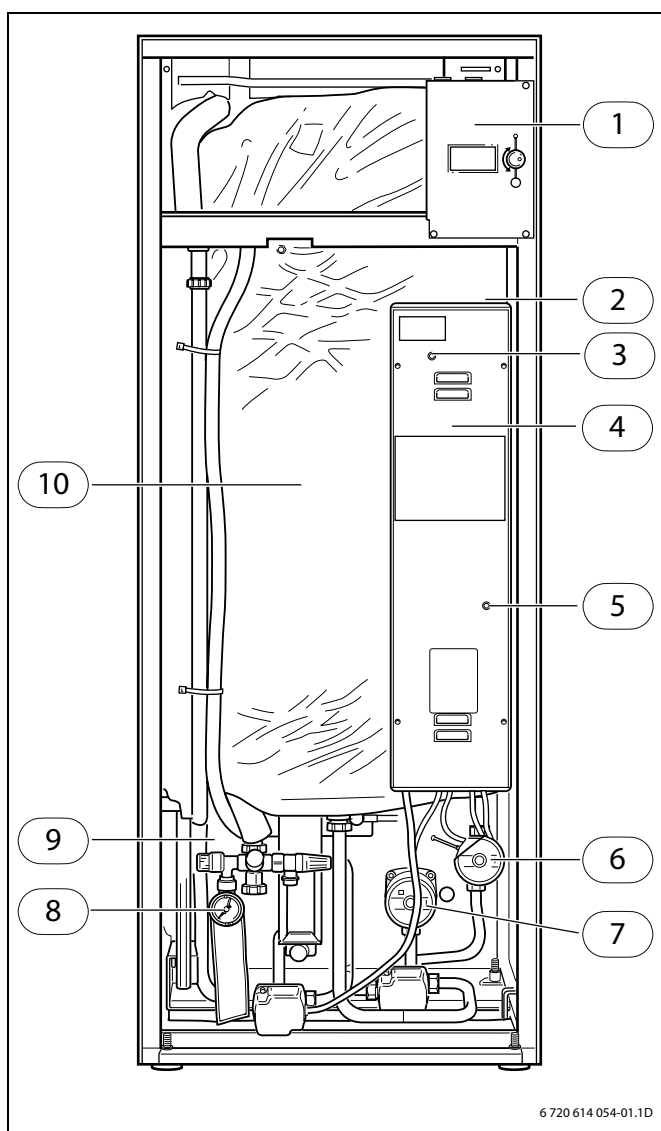

Fig. 1 Innvendig enhet uten deksel
Under isoleringen på toppen av varmtvannsberederen er det montert en vedlikeholdsfri eksternstrømanode. Denne forhindrer korrosjon. Varmtvannsberederen må fylles med vann for at eksternstrømanoden skal fungere. På koblingsskapet finnes det en lysdiode (→ fig. 1, [3], side 5) som lyser grønt eller rødt. **Dioden lyser grønt:** Eksternstrømanoden er i drift og fungerer feilfritt. **Dioden lyser rødt:** Når dioden lyser rødt i mer enn 10 timer, finnes det en feil i eksternstrømanoden. Kontakt kundeservice senest innen én uke.
- ▶ Overopphetingsvernet tilbakestilles ved å trykke hardt på knappen 5 (→ fig. 1, side 5).
På toppen av koblingsskapet til den innvendige enheten finnes det en bryter for nøddrift (→fig. 1, [2], side 5). Denne bryteren lyser grønt ved normal drift. Nøddriften aktiveres automatisk når ønsket temperatur innstilles på samme tid. Bryteren for nøddrift fortsetter å lyse. Nøddriften kan også aktiveres manuelt. Det gjøres med bryteren. Lampen i bryteren slukker.